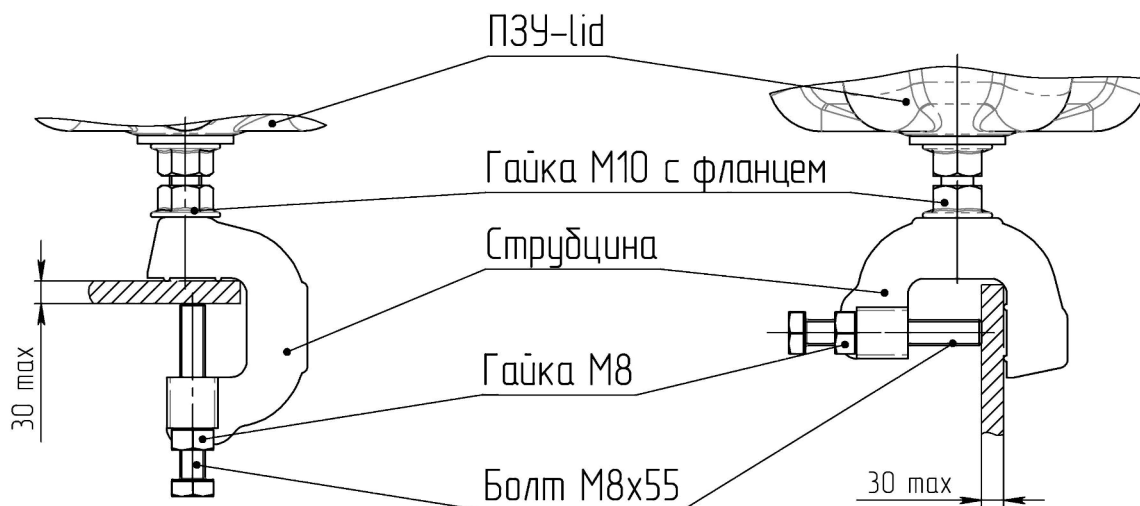

Рис. 3. Установка базового комплекта **ПЗУ-LID** на горизонтальную и вертикальную полки толщиной до 30 мм
- Установить струбцину с ПЗУ одним из способов, изображённых на рис. 3, сориентировав вырез ПЗУ относительно траверсы соответствующим образом.